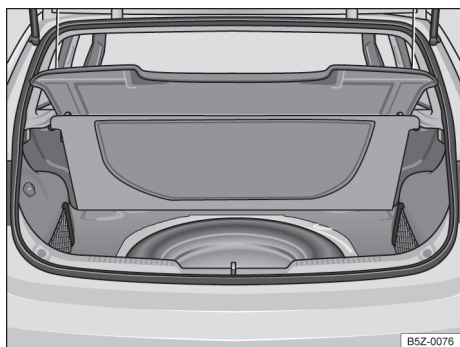

Fig. 112 No compartimento de bagagem embaixo do revestimento do assoalho: roda de emergência e ferramentas de bordo.
As ferramentas de bordo e a roda de emergência estão localizadas no compartimento de bagagem, sob o revestimento do assoalho → Fig. 112.
- Levantar o revestimento do compartimento de bagagem → Fig. 112.